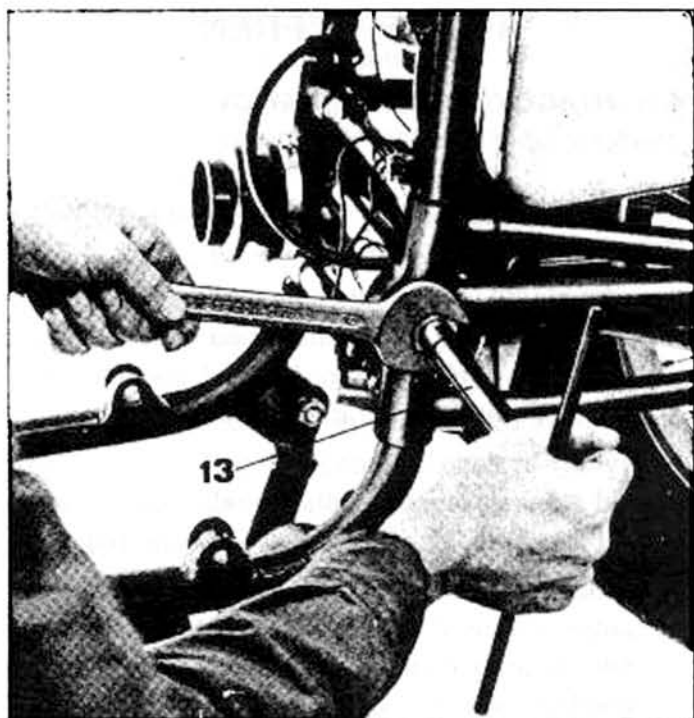

Fig. 118
- I controdadi regolando il forcellone in modo che oscilli senza difficoltà, a mezzo chiave speciale n. 12903000 e chiave aperta per tener fermo il controdado (vedere 13 di fig. 118). Infine i dadi ciechi sui due perni.